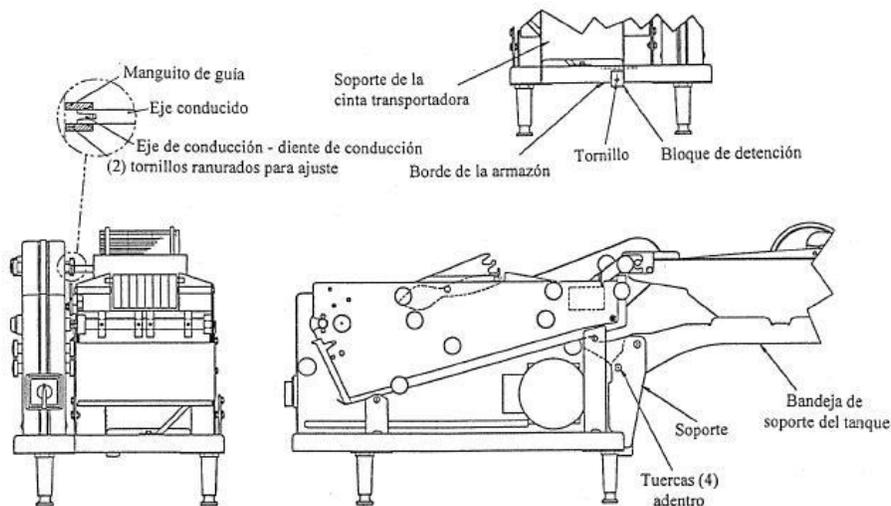

Figura 15 - Ajustes del Soporte del Tanque de la Empastadora
4. Afloje las (4) tuercas que sostienen la bandeja de soporte del tanque en su lugar.
5. Inspeccione para ver si el manguito de guía se desliza libremente sobre la junta. Si no es así, repita el paso no.4 indicado anteriormente. Cuando se deslice libremente, apriete las (4) tuercas y después continúe con los siguientes ajustes.
8. Haga deslizar el bloque de detención contra el soporte de la cinta transportadora, como lo muestra la **Figura 15** y después apriete nuevamente el tornillo del bloque de detención.